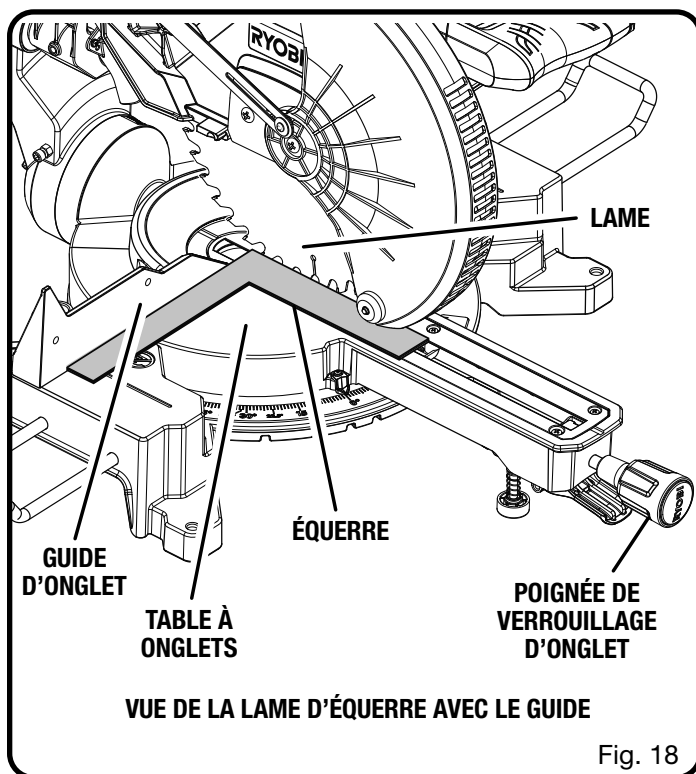

Fig. 18
Voir les figures 18 à 23.
- Le bord de l'équerre et la lame doivent être parallèles, comme le montre la figure 18.